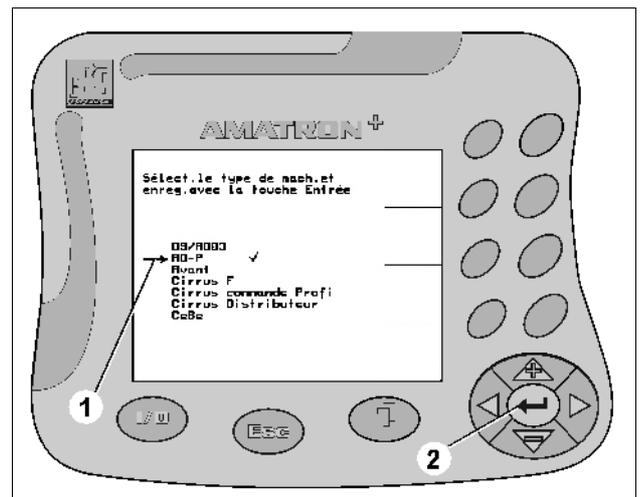

Fig. 15
- Positionner la flèche de sélection (Fig. 15/1) avec  et .
-  Enregistrer la sélection (Fig. 15/2).